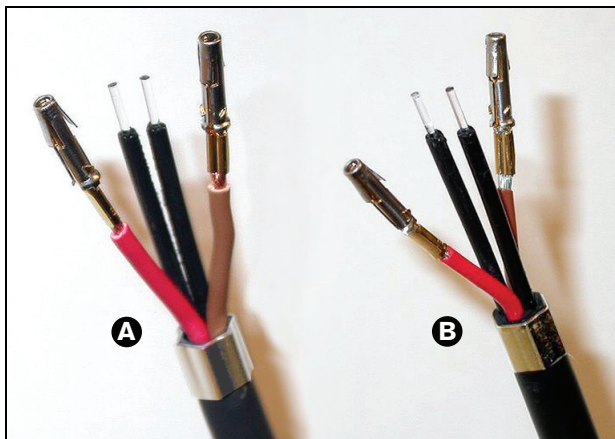

Abb. 29.20: Abisolierte LWL
- 18 Die Schritte 16 und 17 für die übrigen LWL im Kabel wiederholen. Auf Abb. 29.20 sehen Sie das Ergebnis dieses Verfahrensschritts.